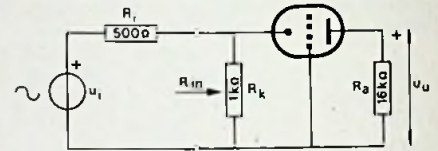

Fig. 8.
4. Van een schakeling is in fig. 8 het wisselstroomschema gegeven. Tussen de kathode van de triode en aarde is een wisselspanningsbron aangesloten met een bronspanning *U_i* en een inwendige weerstand *R_i*. Voor de triode geldt: *S* = 4 mA/V